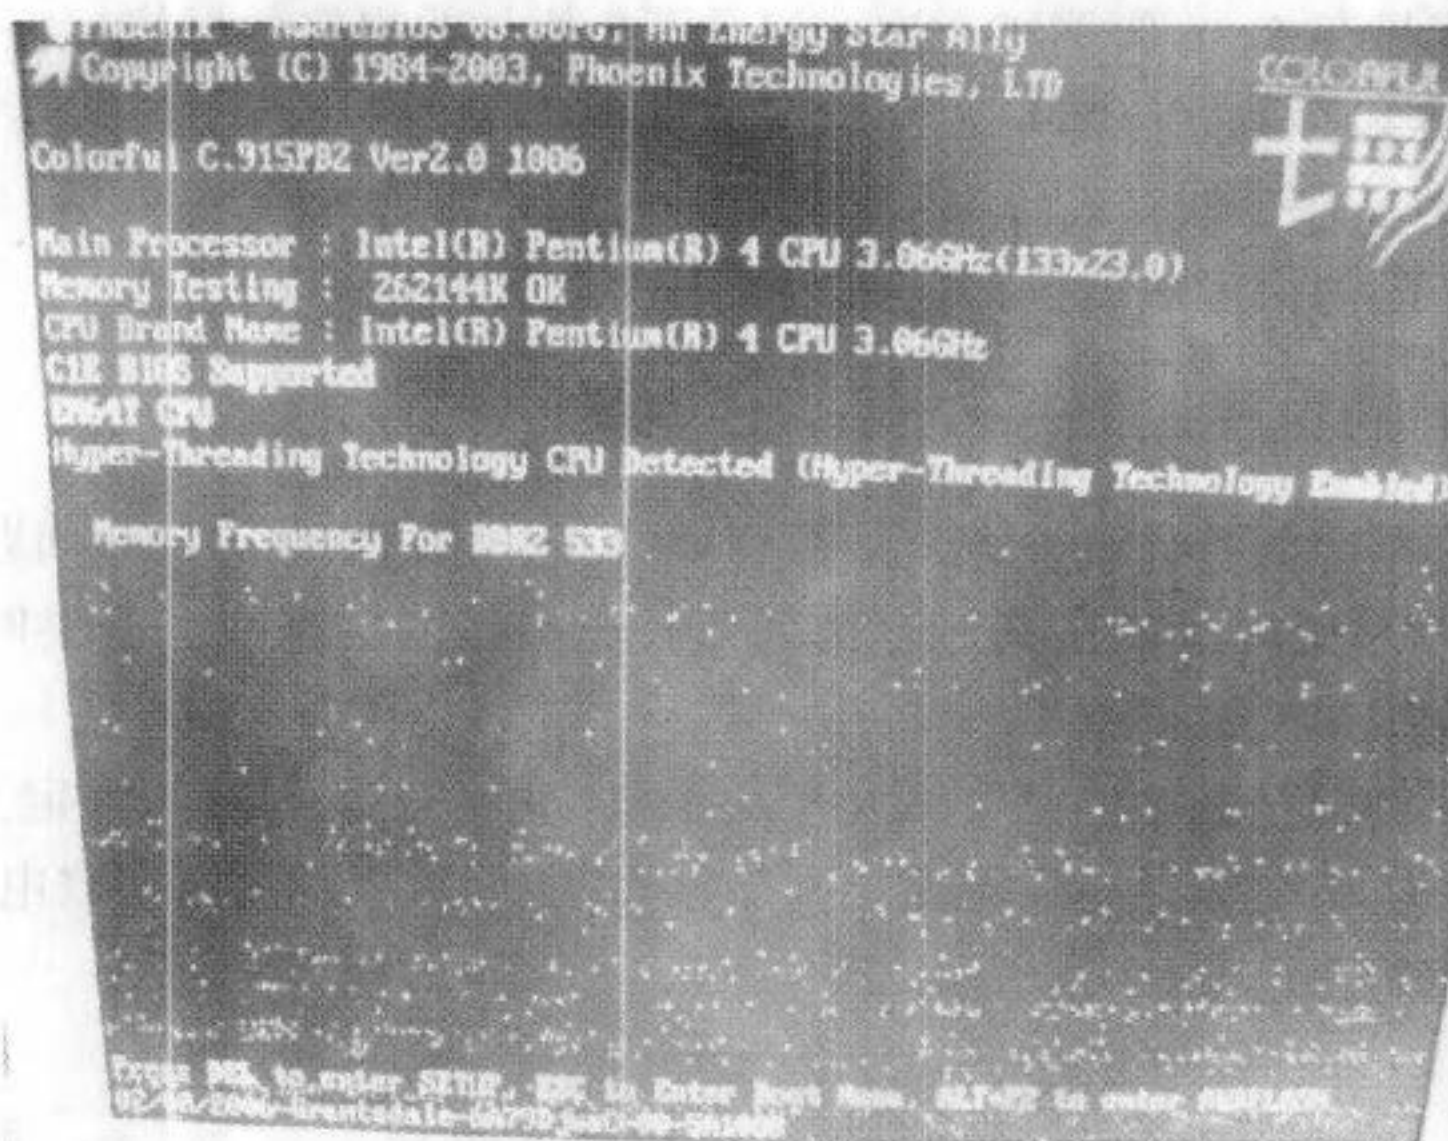

图 3-49 “满天星”故障表现
(4) 如果报错的数据位为 0~7、32~39 这样的整组 (8 个为一组), 重点检查对应的 LDQS、LDM 对地数值是否正常; 如果报错的数据位为 0~31 这样的情况, 重点检查显存的时钟信号/控制信号是否正常、地址线是否空焊、显存的工作电压/参考电压是否正常等。
(5) 如果整个通道报错, 则可能为地址线短路或显存供电不正常, GPU 损坏等。
(6) 对于显存报错的, 都可以采取替换法排除。例如, A 通道不报错, C 通道报错的显卡, 可以把 C 通道数据位报错的显存与 A 通道互换, 如果故障依旧, 可以说明显存没问题, 故障在 GPU 或者显存到 GPU 间的线路; 如果错误的的数据位在 A 通道了, 说明显存坏, 更换一颗显存即可修复。
(8) 如图 3-49 所示屏幕很多小点, 且不断变化, 戏称“满天星”, 用软件测试的界面显示如图 3-50 所示。此为显存通病, 芯片为 DDR3 三星 MBGA 封装的 K4J5532***-BC14